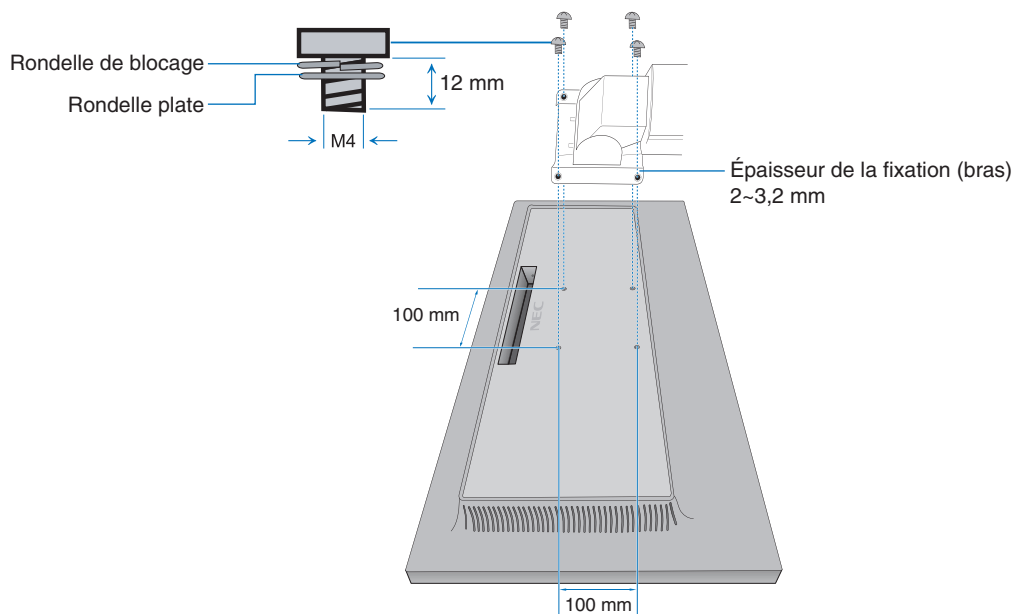

Figure F.1
2. À l'aide de 4 vis conformes aux spécifications ci-dessous, fixez le bras au moniteur (**Figure F.1**).
- Utilisez uniquement les 4 vis retirées ou celles qui ont été fournies (**Figure F.1**) pour éviter d'endommager le moniteur et le support.